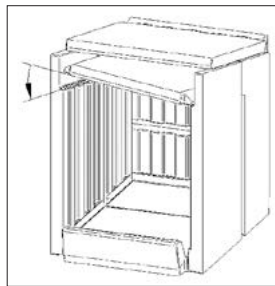
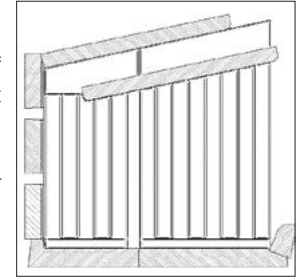

Abb. 5c
Abb. 5d
Die Prallplatte (10) ist in gleicher Art einzusetzen (s. Abb. 5c), liegt jedoch gemäß Abb. 5d mit einem Abstand von 15-30mm an der vorderen Gerätefront an. Der sich ergebende Schlitz zwischen Stahlkorpus und Prallplatte ist eine Maßnahme zur Verringerung des Rauchaustrittes von kalten Kachelofeneinsätzen bei Abgasanlagen mit zu geringem Förderdruck in der Startphase. Sofern der Einsatz ca. 15-20 min in Betrieb ist, baut sich über die Nachverbrennungszone bzw. die Abgasanlage der notwendige Förderdruck auf und die Heizgase werden fast ausschließlich nach hinten abgeführt.